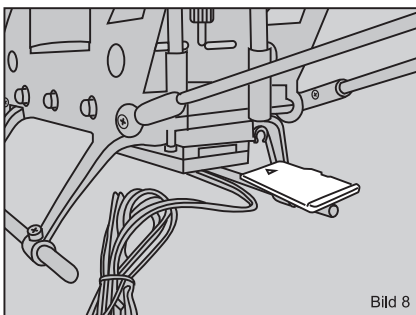

Bild 8
4. Um die Aufnahmen anzusehen, entfernen Sie die Micro SD Karte aus der Kamera, indem Sie die Karte leicht hereindrücken. Die Karte springt dabei soweit heraus, dass man sie mit der Hand herausziehen kann (Bild 8).
- Die Micro SD Karte muss mit dem Pfeil nach oben eingelegt werden (Bild 8).